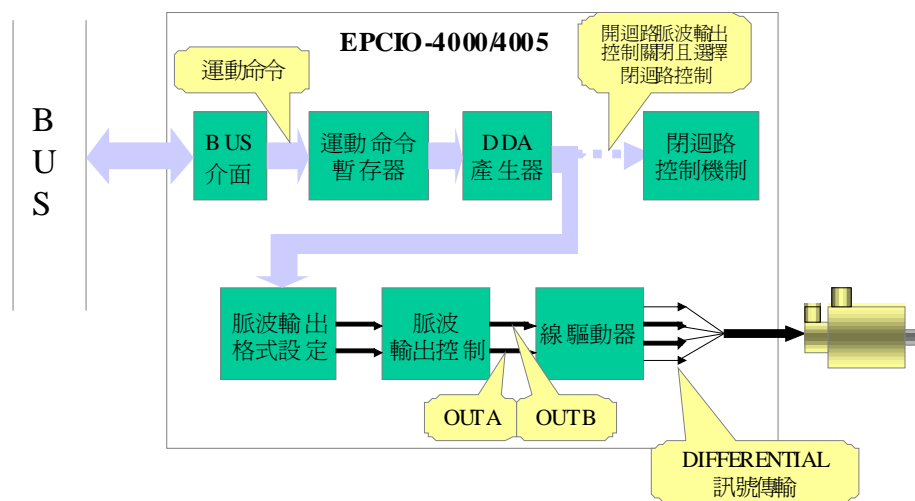

Fig.2-1
- 脈波輸出控制(參考Fig.2-1，假設輸出之脈波以OutA, OutB 表示)